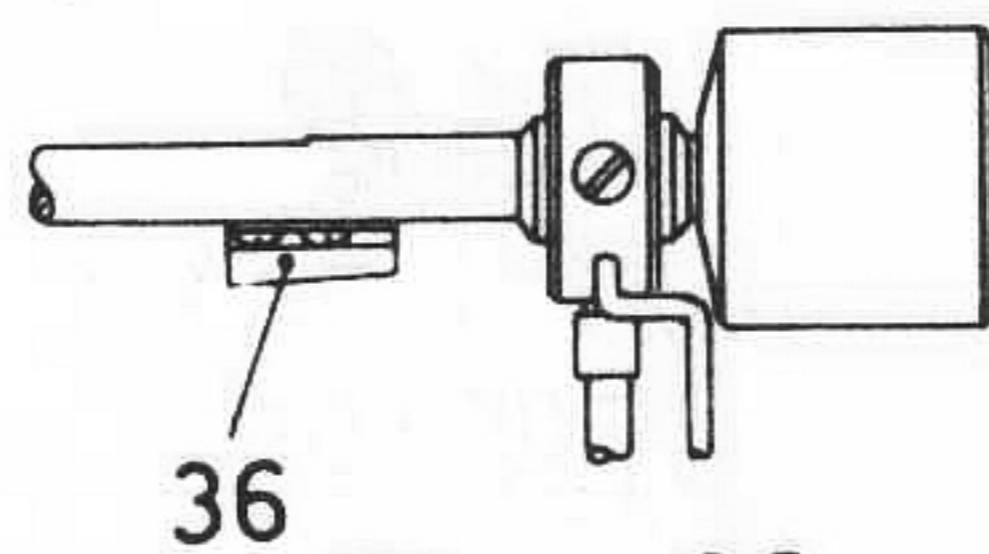

Fig. 22
15. Justering av nålspetsens övre läge. Fig. 22.